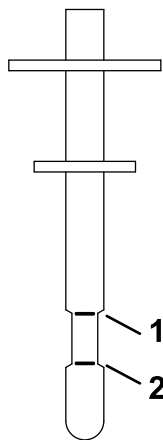

Figura 67
7. Coloque a vareta no tubo de enchimento, retire-a e verifique o nível de fluido (Figura 67).